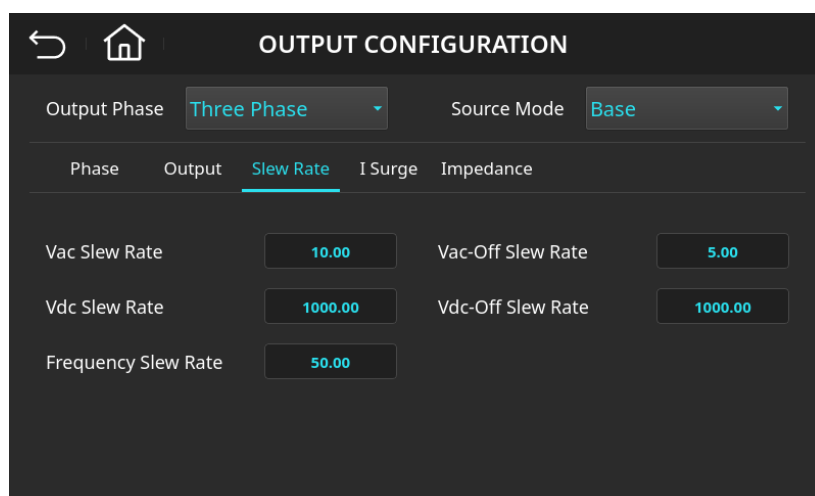

图 4-42 输出变化率(Slew Rate)设定页面
7. 输入 **5**，**0**后按下 **Enter** 键，数值变更成"50.00"，如图 4-42 所示。